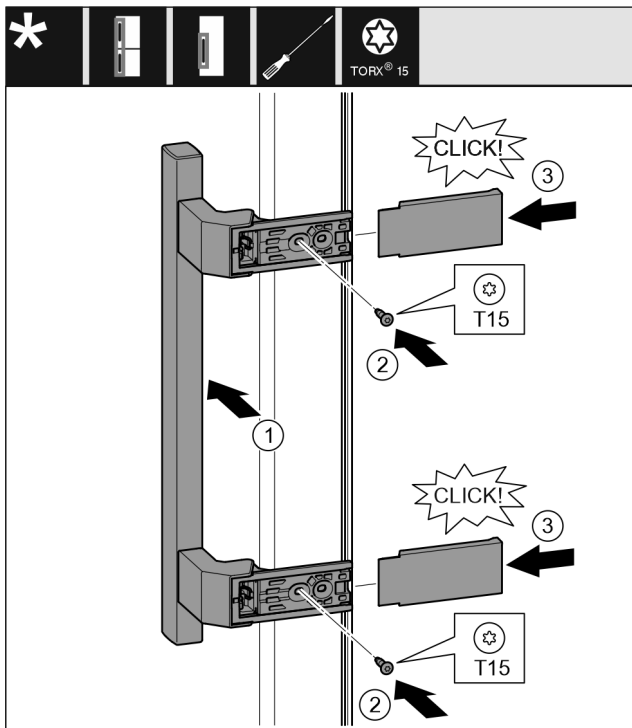

Fig. 19
- ▶ Držadlo nasadíte na opačnú stranu. Fig. 19 (1)
- ▶ Skrutkovačom T15 pevne zaskrutkujte skrutky. Fig. 19 (2)
- ▶ Kryt nasadíte a nasuňte z boku. Fig. 19 (3)